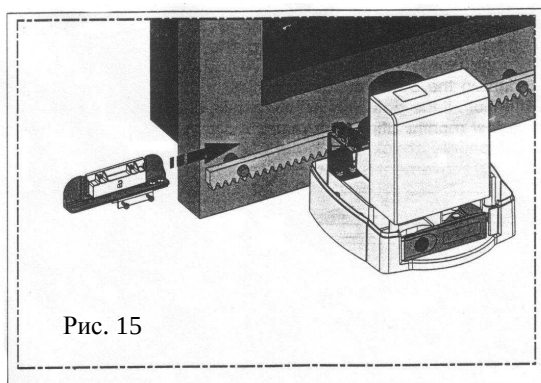

Рис. 15
- Закрепите второй отрезок зубчатой рейки к втулкам болтами, подложив между рейкой и болтами шайбы. Установите левый край рейки на зубчатую шестерню привода и совместите ее правый край с первым отрезком при помощи третьего отрезка зубчатой рейки. Приварите первую, последнюю и среднюю втулки второго отрезка к воротам рис. 15 и 13.;
- Закрепите магнит на ребре саморезами из комплекта рис. 15 таким образом, чтобы геркон на блоке управления сработал. При этом светодиод концевой выключатель “Открыто” на блоке управления должен погаснуть;